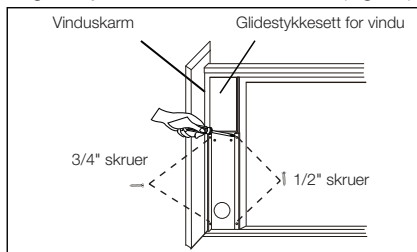

Fig. 20
3. Lukk glidekarmen forsvarlig inntil glidestykket (Fig. 20).
4. Skru inn 1/2" skruer for å sikre glidestykket til vindusrammen (Fig. 20).
5. Skru inn 3/4" skruer for å sikre glidestykket til vinduskarmen (Fig. 20).